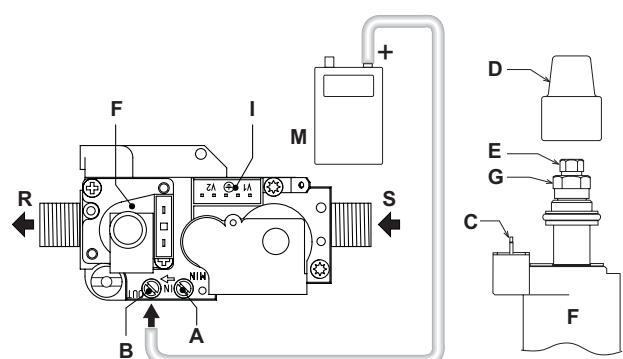

fig. 19 - Valvola gas
- Sfiatare l'aria presente nelle tubazioni del gas per mezzo della presa di pressione della valvola gas (rif. A - fig. 19).